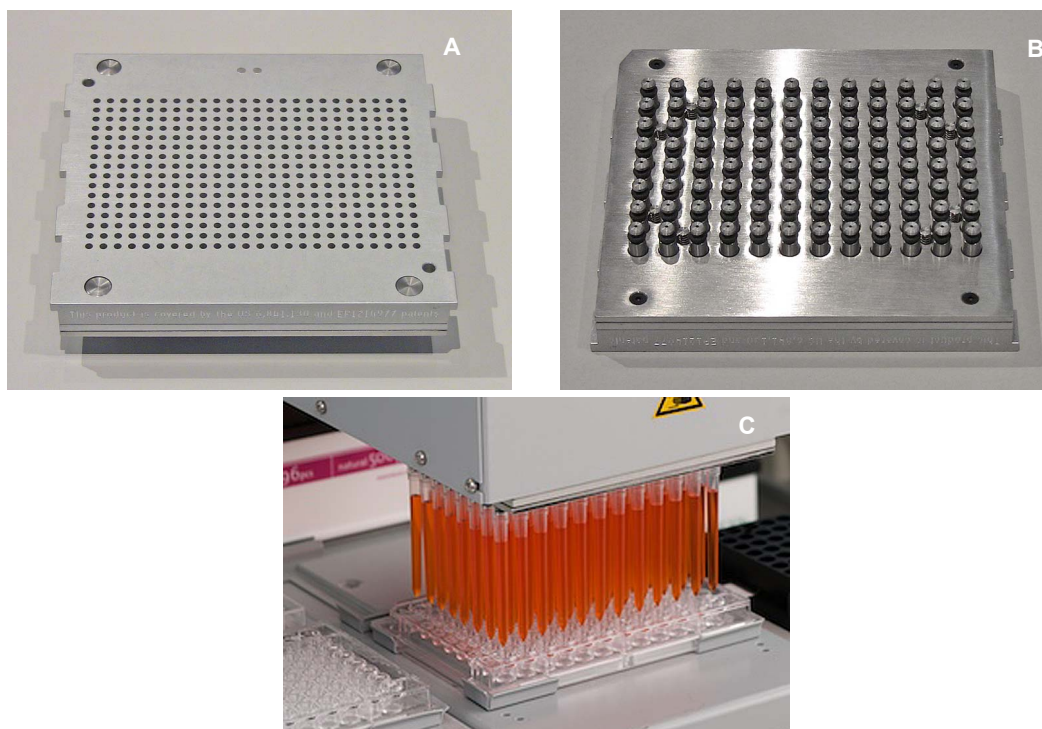

Fig. 4-41 Adaptador DiTi 1to1 MCA384
- “Adaptador para 96 fijas de 125 µl MCA384”, Fig. 4-41